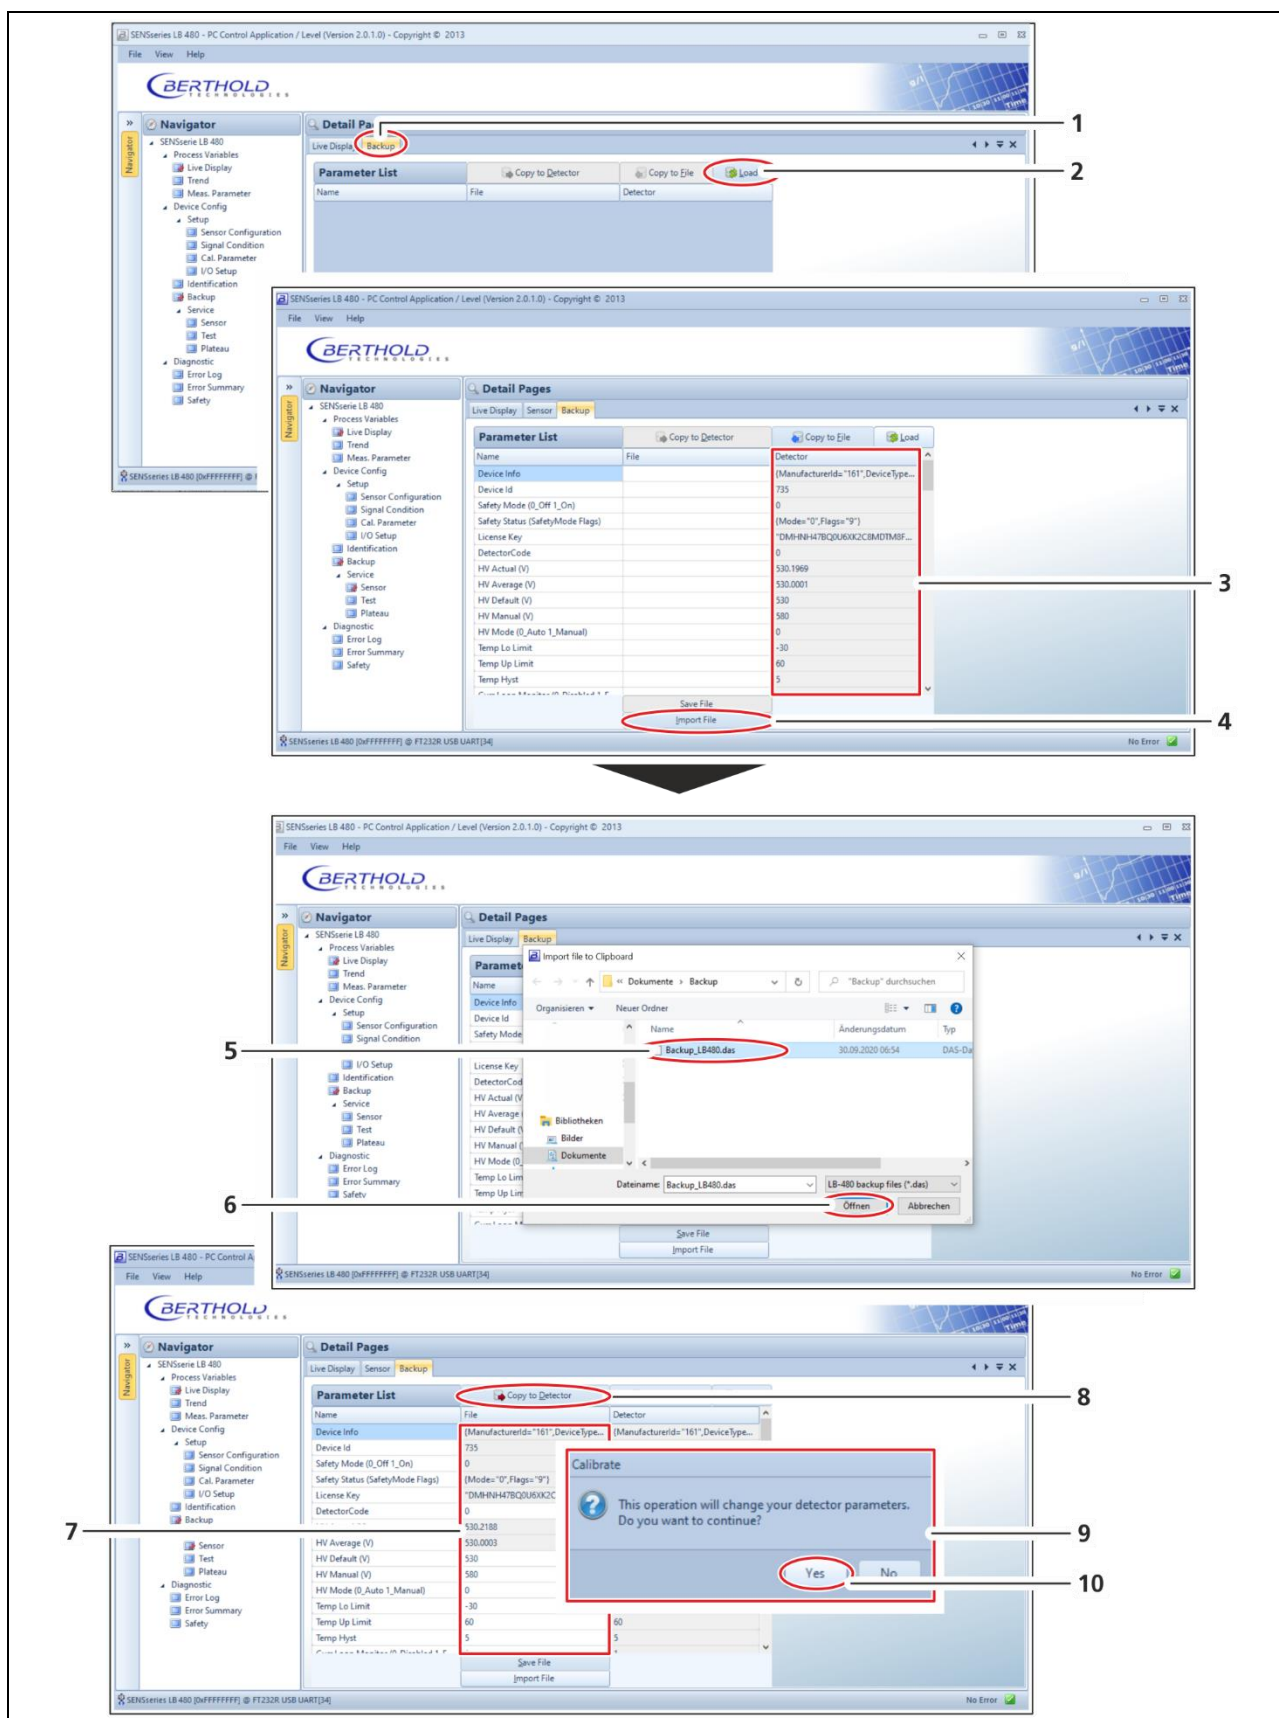

Abb. 9 Daten an den Master-Detektor übermitteln
33. Öffnen Sie das Programm *LB 480-PC UserInterface LEVEL* und klicken Sie im Menübaum **Device Config ► Backup** (Abb. 9, Pos.1) auf die Schaltfläche <Load> (Abb. 9, Pos.2).
- Alle Standard-Werte werden in der Spalte „Detector“ (Abb. 9, Pos.3) angezeigt.
34. Klicken Sie auf die Schaltfläche <Import File> (Abb. 9, Pos.4).
35. Wählen Sie die in Schritt 17 erstellte Backup-Datei (Abb. 9, Pos.5) aus und klicken Sie auf die Schaltfläche <Öffnen> (Abb. 9, Pos.6).
- Die Kalibrierdaten und Einstellwerte wurden in die mittlere Spalte „File“ (Abb. 9, Pos.7) geladen.
36. Klicken Sie auf die Schaltfläche <Copy to Detector> (Abb. 9, Pos.8).
- Ein Bestätigungsfenster (Abb. 9, Pos.9) wird angezeigt.
37. Klicken Sie auf die Schaltfläche <Yes> (Abb. 9, Pos.10) um die Daten an den Master-Detektor zu übermitteln.